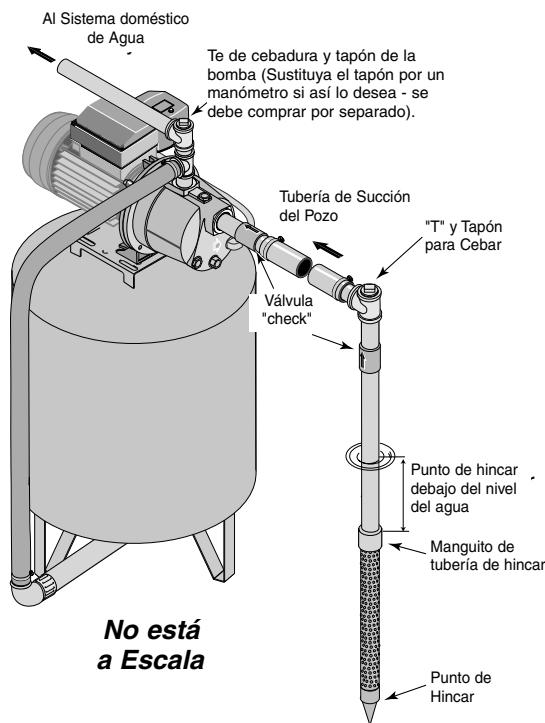

Figura 1 - Instalación del Punto de Hincar
INSTALACION DEL PUNTO DEL POZO (PUNTO DE HINCAR) (FIGURA 1)
- Utilice el menor número de conexiones posible (especialmente codos) al conectar la tubería desde el punto del pozo al orificio de succión de la bomba. La tubería de succión debe ser por lo menos del mismo tamaño que el orificio de succión en la bomba (incluya una válvula "check" si su equipo no está equipado con una) - Vea la Figura 1. Soporte la tubería para que no haya inclinaciones verticales o hundimientos en ella a fin de que no se ejerza tensión sobre el cuerpo de la bomba y con el propósito de que no se incline ligeramente hacia arriba desde el pozo hacia la bomba (los puntos altos pueden ocasionar que se formen bolsas de aire que pueden bloquear la bomba). Selle las juntas de la tubería de succión con cinta de teflón o con un compuesto a base de teflón especial para las juntas de las tuberías. Las juntas deben de ser a prueba de agua y estar herméticamente cerradas. **Si la tubería de succión pudiera succionar aire, la bomba no podría sacar agua del pozo.** Si un punto de pozo no proporciona suficiente agua, considere la posibilidad de conectar dos o tres puntos de pozo a una tubería de succión.